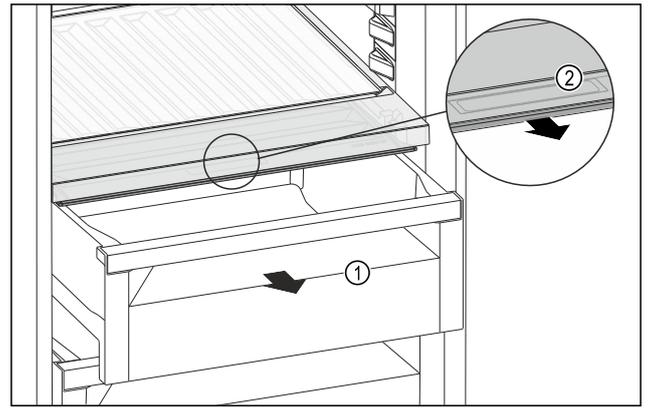

Fig. 124
- ▶ 拉出抽屉 Fig. 124 (1)。
- ▶ 抓住抽屉盖上的内嵌式拉手 Fig. 124 (2)，并同时向前拉出抽屉盖。